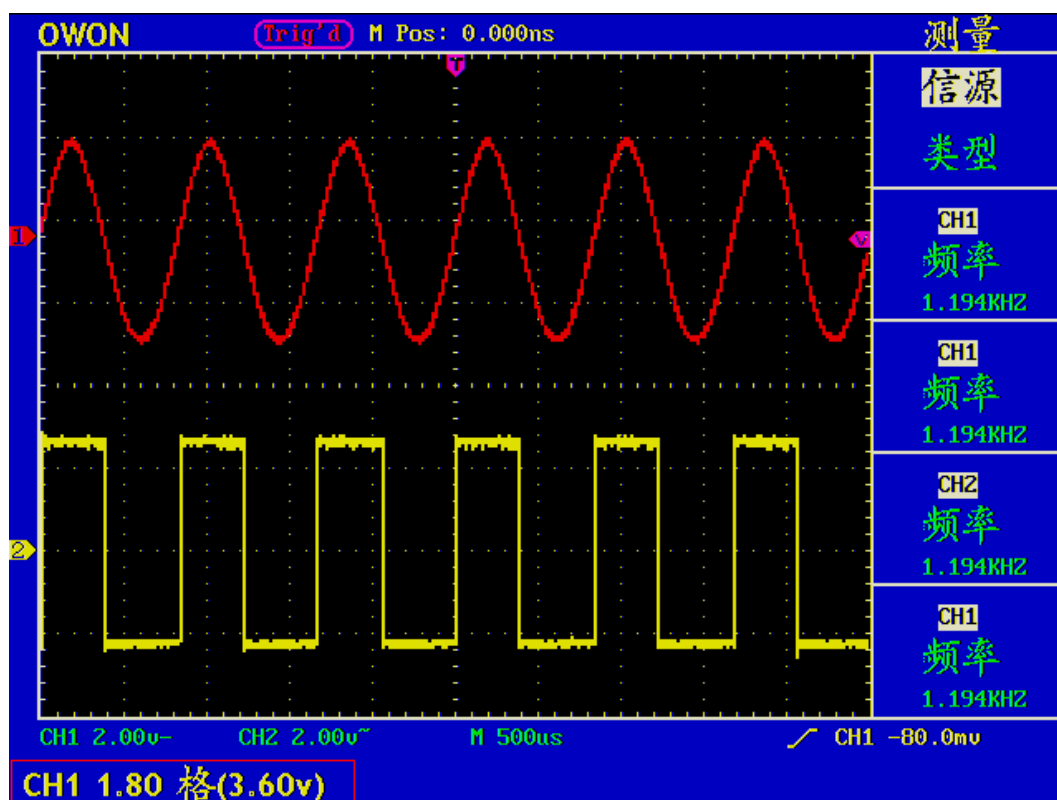

图 25: 垂直位置信息
3. 调整通道波形的垂直位置时,屏幕在左下角显示垂直位置信息。见图25。